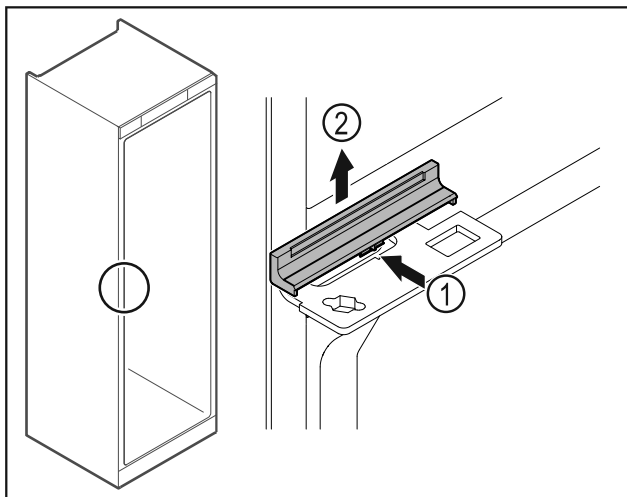

Fig. 37
- ▶ Слегка надавите на крышку по центру Fig. 37 (1) и снимите ее движением вверх Fig. 37 (2).